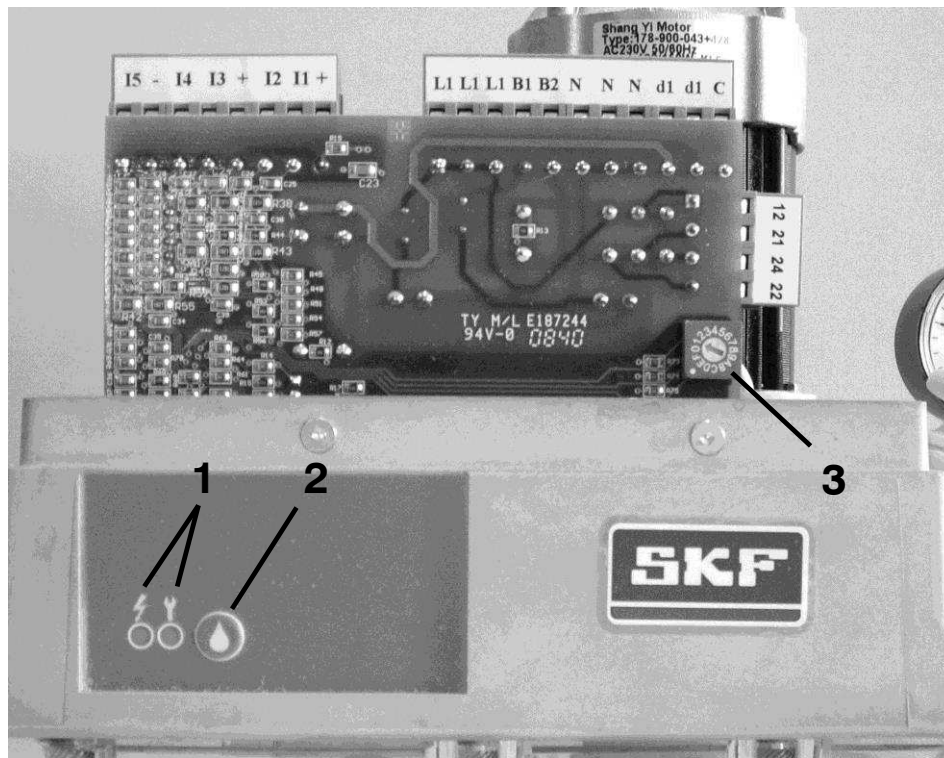

Figura 1 - 5. Elementos de indicación y de mando
La Figura 1 - 5 muestra los elementos de indicación y de mando de la unidad de control. Los elementos de indicación son los dos diodos indicativos (1) de la pantalla de mando. Los elementos de mando son el pulsador (2) de la pantalla de mando y el conmutador giratorio (3), que se encuentra directamente en la platina.